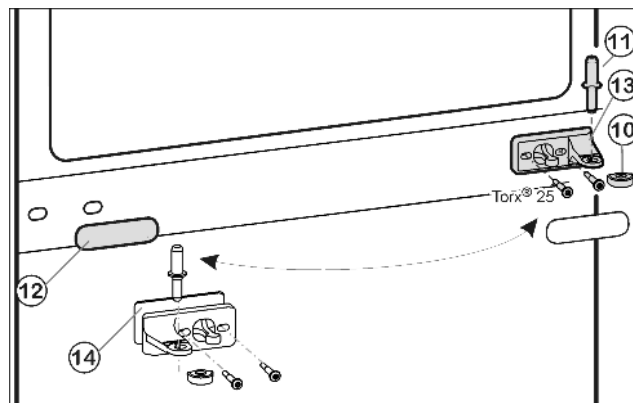
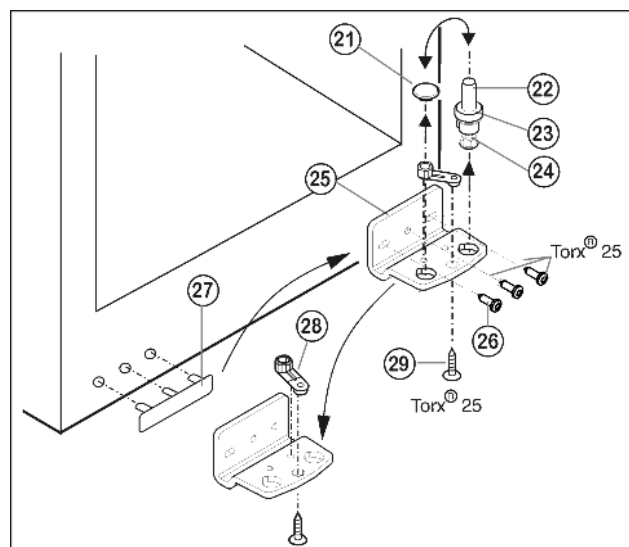

Fig. 5
Fig. 6
- ▶ Middelste lagerbout Fig. 5 (11) uit de lagerbus en de onderste deur uittrekken.
- ▶ Kunststof kapje Fig. 5 (10) afnemen.
- ▶ Middelste lagerbus Fig. 5 (13) losschroeven (2 maal Torx® 25).
- ▶ Afdekplaat Fig. 5 (12) voorzichtig afhalen.
- ▶ Middelste lagerbus met Fig. 5 (14) onderlegschiifje Fig. 5 (13) 180° gedraaid aan de nieuwe scharnierkant **goed (met 4 Nm)** vastschroeven.
- ▶ Afdekplaat Fig. 5 (12) 180° gedraaid aan de nieuwe greepzijde weer vastklikken.
- ▶ Lagerbout Fig. 6 (22) compleet met schijfje Fig. 6 (23) en stelootje Fig. 6 (24) naar boven eruit trekken.
- ▶ Stop Fig. 6 (21) eraf halen.
- ▶ Lagerbus Fig. 6 (25) losschroeven Fig. 6 (26).
- ▶ Lagerdeel Fig. 6 (28) losschroeven Fig. 6 (29) en in het tegenoverliggende opnamegat van de lagerbus omzetten en weer vastschroeven.
- ▶ Afdekking aan de greepzijde Fig. 6 (27) voorzichtig optillen en op de tegenoverliggende zijde plaatsen.
- ▶ Lagerbus Fig. 6 (25) aan de nieuwe scharnierzijde evt. met behulp van een accuschroevendraaier weer **goed (met 4 Nm)** vastschroeven.
- ▶ Stop Fig. 6 (21) weer in het andere gat aanbrengen.
- ▶ Lagerbout Fig. 6 (22) compleet met schijfje en stelootje weer aanbrengen. Er daarbij erop letten, dat de sluitnok naar achter wijst.
- ▶ Plaats de onderste deur van boven op de onderste lagerbout Fig. 6 (22).
- ▶ Het kunststof kapje Fig. 5 (10) weer op de middelste lagerbus Fig. 5 (13) zetten.
- ▶ Middelste lagerbout Fig. 5 (11) op de nieuwe scharnierzijde in de onderste deur plaatsen door de middelste lagerbus Fig. 5 (13).
- ▶ Bovenste deur op de middelste lagerbout Fig. 5 (11) zetten.
- ▶ De deuren eventueel via de beide langgaten in de onderste lagerbus Fig. 6 (25) en middelste lagerbus Fig. 5 (13) ten opzichte van de kast uitlijnen. Eerst de middelste schroef in de onderste lagerbus Fig. 6 (25) uitdraaien.